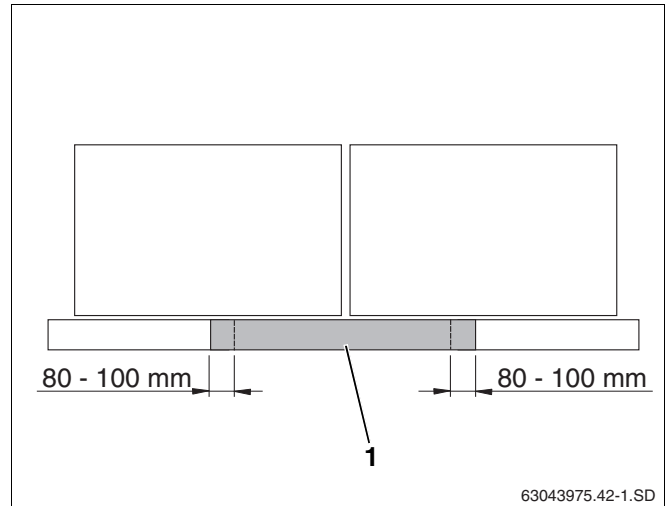

Fig. 44 Colocación de las chapas protectoras centrales para colectores horizontales
En caso de los colectores horizontales, para dos colectores son ya necesarias chapas protectoras para la parte inferior central (fig. 44, **pos. 1**). Éstas deben solapar una distancia de 80 - 100 mm.